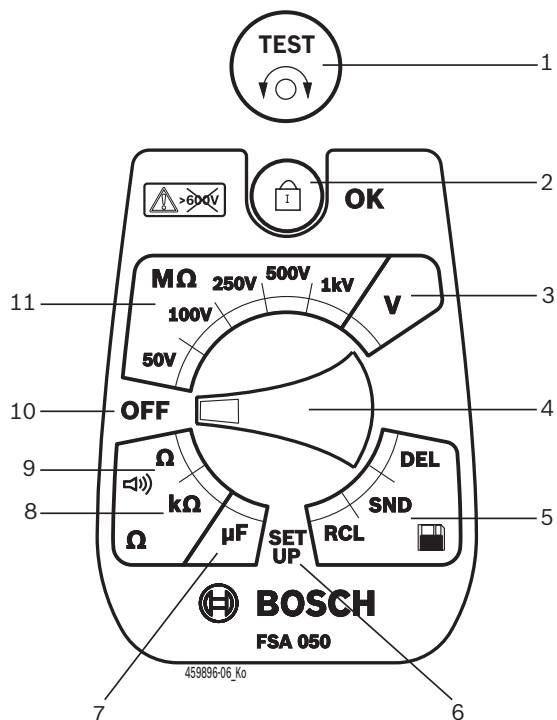

Fig. 2: Manopola/tasti
- Portare la manopola su <SETUP> (fig. 2, pos. 6).
- Premere <TEST> (fig. 2, pos. 1) per circa due secondi.
- Premere </OK> per memorizzare il valore desiderato (fig. 2, pos. 2).